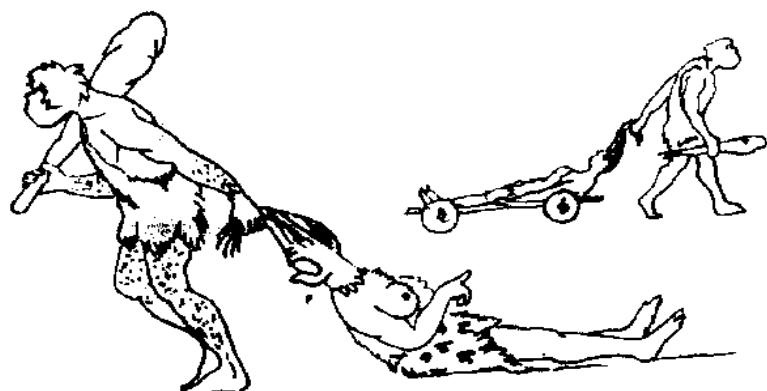

Рис.246
– динаминости и управляемости систем	Рис.246 – 249